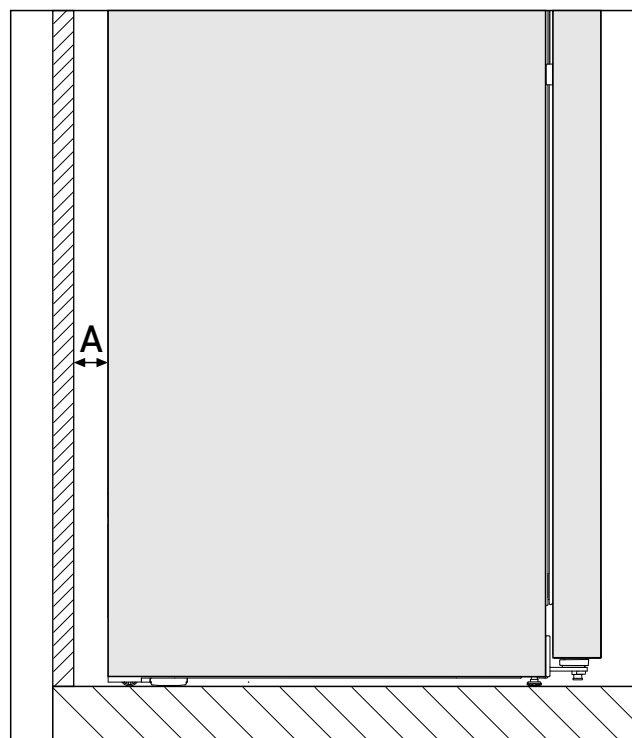

Fig. 2*
Az energiafogyasztás megállapítása a készülék hátoldala és a fal közötti Fig. 2 (A) távolság mellett történt. Ha a faltól való távolság kevesebb mint Fig. 2 (A), az nincs hatással a készülék működőképességére, viszont ha túl csekély a faltól való távolság, az kis mértékben megnöveli a készülék energiafogyasztását.*